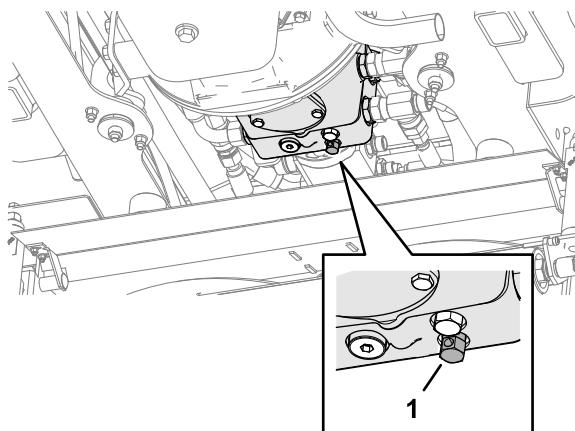

Figure 44
2. Au-dessus de l'unité de coupe centrale, fermez la vanne de dérivation sur la pompe de transmission en la tournant dans le sens horaire (Figure 44).